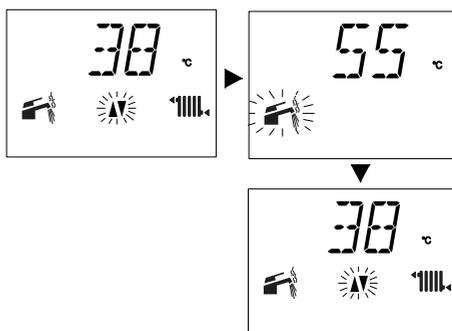

Fig. 2.16
- con regolazione temperatura sanitaria massima Fig. 2.16 .